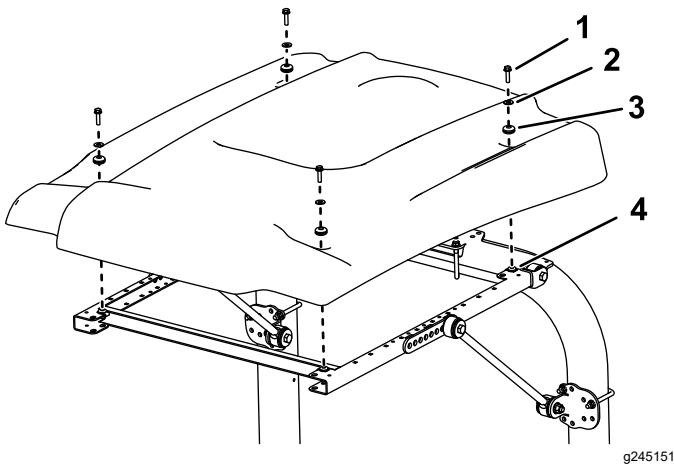

Bild 49
9. Positionieren Sie das Sonnendach beim Ausfluchten der Befestigungslöcher am Rahmen wie in Bild 49 abgebildet.
10. Befestigen Sie jede Ecke des Sonnendachs mit einer Bundkopfschraube (5/16" x 1¼"), einer kleinen Scheiben und einer Scheibe lose am Rahmen (Bild 49).